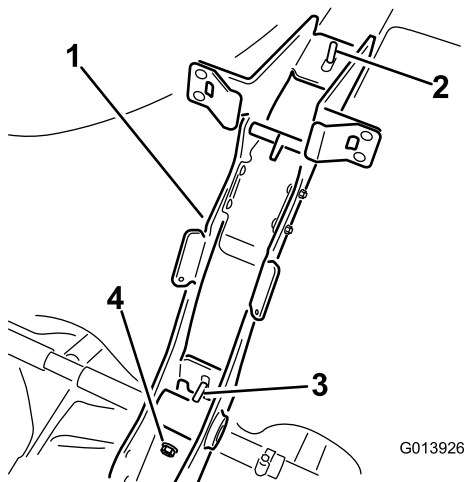

Figura 10
4. Instale uma porca de bloqueio sobre o parafuso inferior exposto passando através da estrutura para o prender à correia do depósito (Figura 10).